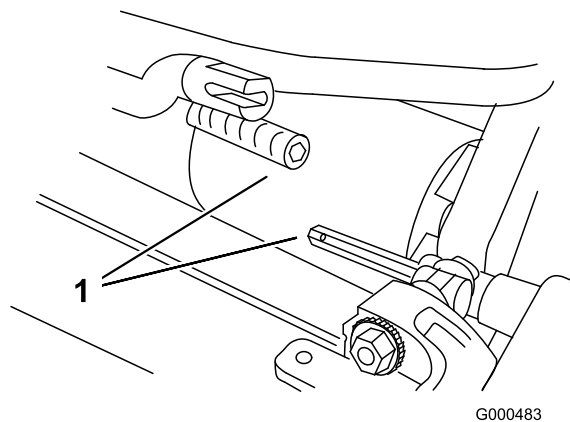

Figure 46
6. Tirez le plateau de coupe en avant d'environ 5 cm, puis vers la droite pour dégager l'accouplement de la transmission (Figure 46).